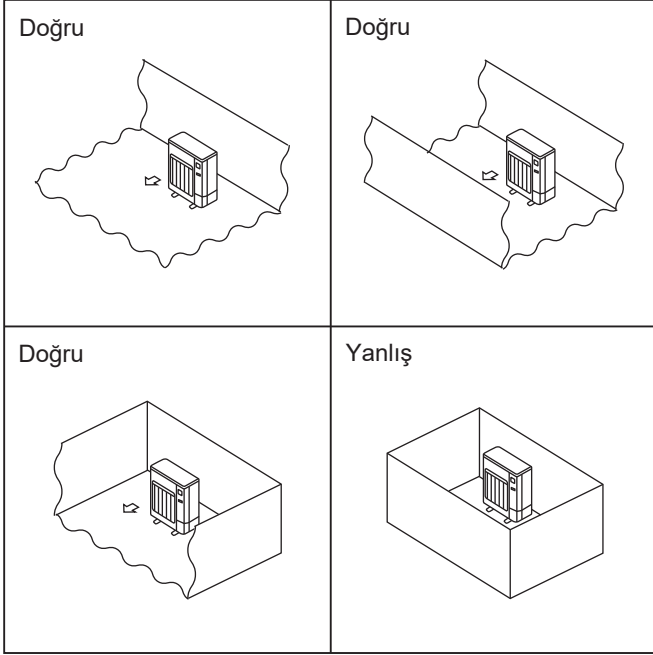

Fig. 2-2
- ⊙ Dış üniteleri, dört yanından en az bir tanesi açık olan ve çukurlar olmayan yeterince geniş bir alana yerleştirin. (Fig. 2-2)